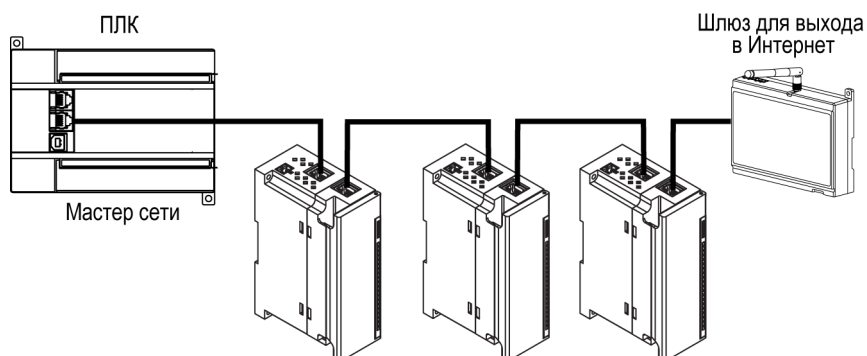

Рисунок 5.6 – Подключение по схеме «Цепочка»
- «Цепочка»/«Daisy-chain» (рисунок 5.6).